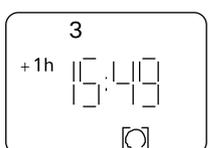

Figure 17.
3. La troisième pression enclenche la fonction d'arrêt. Les crochets sur l'écran sont le symbole du fonctionnement. La fonction ne disparaît qu'en appuyant sur le bouton pour accéder à d'autres fonctions. (Fig. 17)